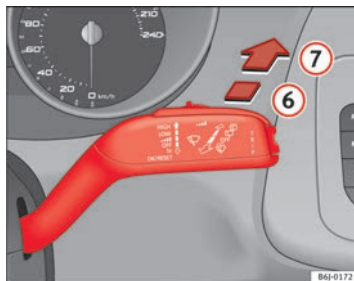

Fig. 68 Levier d'essuie-glace et de lave-glace : essuie-glace arrière
- Poussez le levier vers l'avant jusqu'au cran ⑥ ⇒ fig. 68. L'essuie-glace fonctionne environ toutes les 6 secondes.
⇒ fig. 68. L'essuie-glace et le lave-glace fonctionnent simultanément. Tant que vous maintenez le levier dans cette position, le lave-glace continuera à fonctionner.